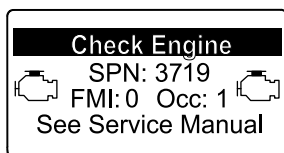

Рисунок 55
- Если потребуется восстановительная регенерация, инфо-центр отобразит предупреждение по двигателю SPN 3719, FMI 16 (Рисунок 55) и компьютер двигателя снизит его мощность до 85%.